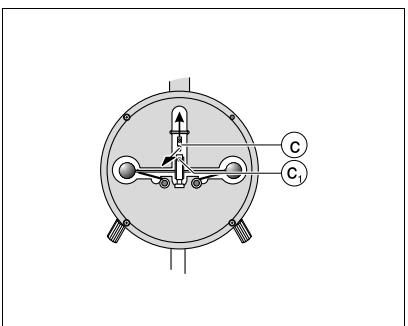

Fig. 8.4
- Enlever l'embout (c) après avoir dévissé la vis (c1) (Fig. 8.4).
- Si la banda está rota retirar la pieza terminal (c) (Fig. 8.4).